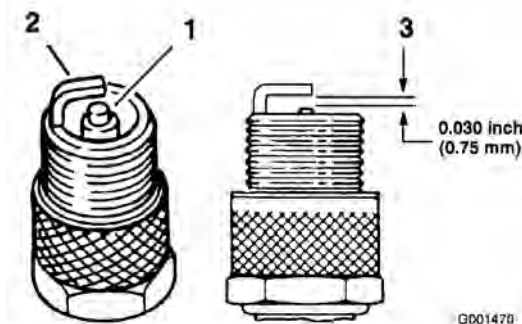

Figura 36
1. Mire la parte central de las bujías (Figura 36). Si se observa un color gris o marrón claro en el aislante, el motor está funcionando correctamente. Si el aislante aparece de color negro, significa que el limpiador de aire está sucio.
3. Compruebe la separación entre los electrodos central y lateral (Figura 36). Si la distancia no es correcta, doble el electrodo lateral (Figura 36).